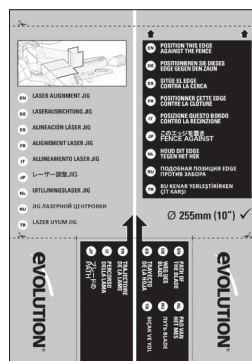

Fig. 8c
- Placez le gabarit en carton du laser (fourni) sur la table rotative (**Fig. 8c**).